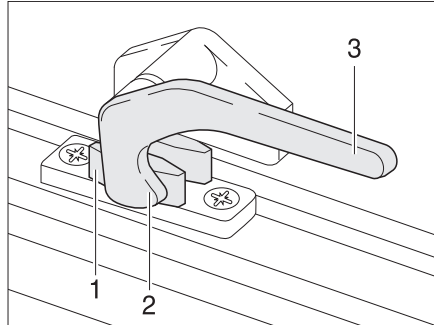

Fig. 56 Palanca de bloqueo en la posición de "cerrado"
- Girar la palanca de bloqueo (Fig. 56,3) un cuarto de vuelta hacia la mitad de la ventana.
- Girar la palanca de bloqueo (Fig. 56,3) un cuarto de vuelta hacia el marco de la ventana. El saliente de bloqueo (Fig. 56,2) se encuentra en la cara interior del bloqueo de la ventana (Fig. 56,1).
- En la posición "cerrada fijamente" (Fig. 56)